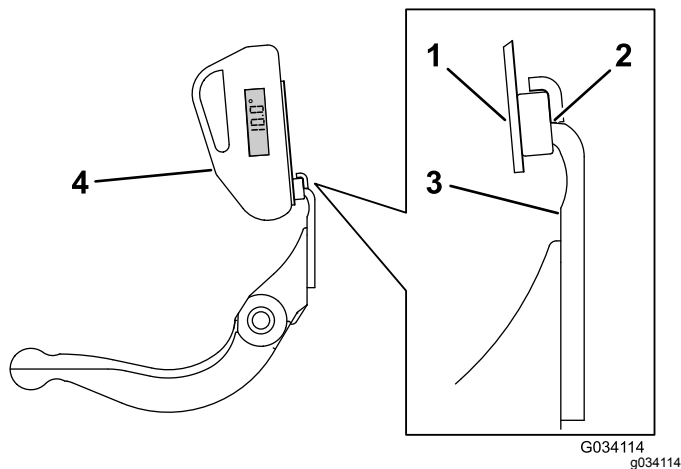

図 35
3. 傾斜計マウントのマグネットのエッジがベッドナイフのエッジに密着するように、ベッドナイフのエッジに傾斜計マウントをセットする図 35。
4. 図 35に示すようにマウントに傾斜計を取り付ける。